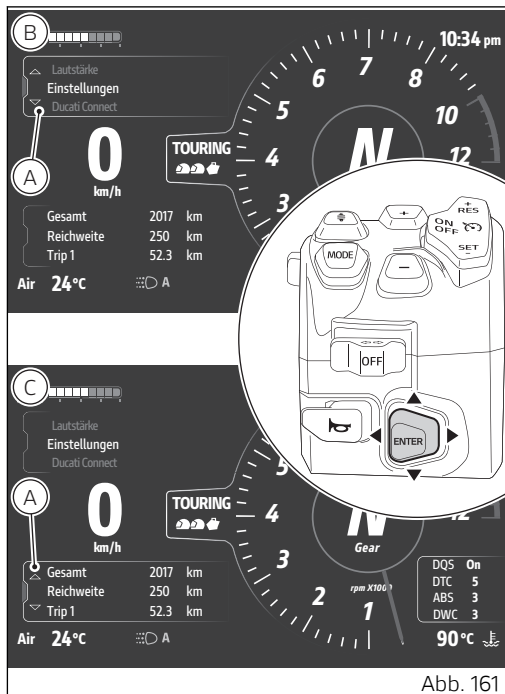

Abb. 161
Das jeweils gewählte Menü wird mit der aktiven Umrandung (A, Abb. 161) angezeigt und der Joystick kann dann für das Surfen und den Dialog im bzw. mit dem Menü verwendet werden.
- ist aktuell das „Interactive menu“ gewählt, den Joystick lange in die Position ▼ drücken, um die Markierung auf „Informationen“ (C, Abb. 161) zu verschieben;
- ist aktuell die Angabe „Informationen“ gewählt, den Joystick lange in die Position ▲ drücken, um die Markierung auf „Interactive menu“ (B, Abb. 161) zu verschieben.